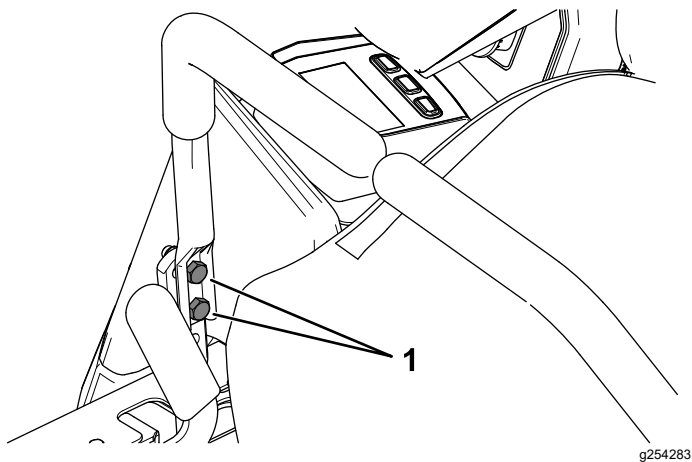

Figure 52
8. Si l'alignement doit être corrigé d'un côté, desserrez les 2 boulons de fixation du levier de commande de déplacement du côté concerné (Figure 52).
10. Resserrez les 2 boulons de fixation du levier de commande de déplacement (Figure 52).